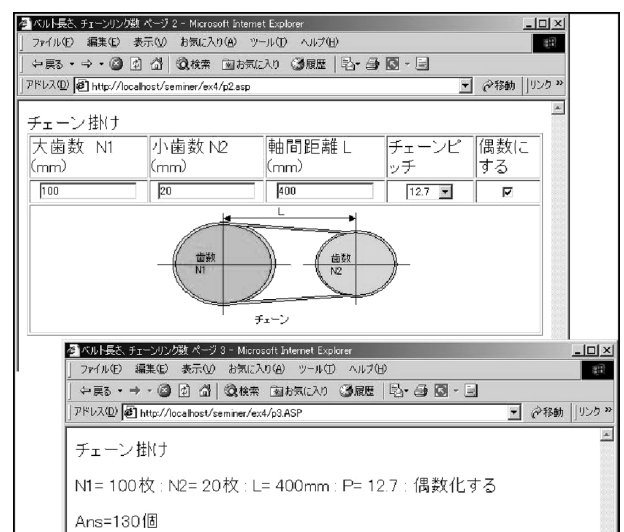

図4 チェーンリンク数計算
用ツールとしてFrontPageを使うため，簡単なメニュー画面作製を通して操作を習得していただく。次にVBScriptの基本構文を行った後，実践問題6課題を行っている。課題は表計算ソフトでできる製造現場の情報化の内容を利用している。①直方体などの体積を求めるページ。②体積に続いて質量を求める。③単位変換を行う。④ベルト長さ，チェーンリンク数を計算する（図4）。⑤データベースを利用した，測定データの入力・閲覧，さらに度数表と簡易ヒス